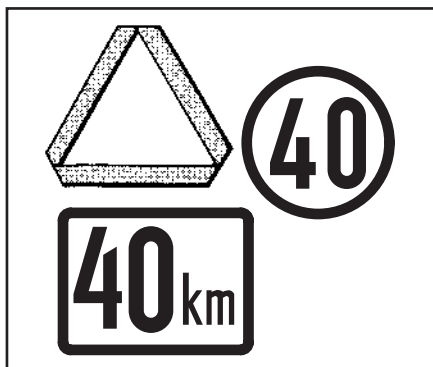

Fig. 2.22
- Assicuratevi che il trattore e gli eventuali altri attrezzi siano provvisti dei simboli di veicolo lento in movimento o della lampada rotante, se previsti dalla legge (Fig. 2.22).